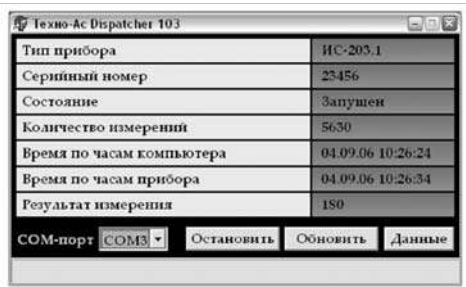

Рис.8
4.7 Переключателем “COM-порт” выбрать номер порта, по которому будет осуществляться связь с прибором. При этом в главном окне программы Dispatcher103 должна появиться информация о приборе, как показано на рис. 8. Если поля остались пустыми – требуется проверить правильность подключения прибора и выбрать номера COM-порта.
Запуск прибора возможен только с компьютера. Для этого следует нажать на кнопку "Запустить" в главном окне программы (рис.9). При этом изменится состояние прибора на "Запущен" и кнопка "Запустить" сменится на "Остановить". Кнопка "Параметры" сменится на "Обновить" (рис.8. Прибор работает. При нажатии на кнопку "Обновить" программа выведет новые значения количества измерений и результаты последнего измерения.